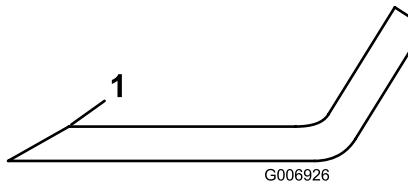

Figura 16
- Inspeccione as extremidades de corte de todas as lâminas. Afie as extremidades de corte se estas apresentarem sinais de desgaste ou ranhuras. Afie apenas a zona superior da parte cortante e mantenha o ângulo de corte original para garantir um desempenho eficaz da lâmina (Figura 16). A lâmina mantém o equilíbrio se for retirada a mesma quantidade de metal de ambas as partes cortantes.